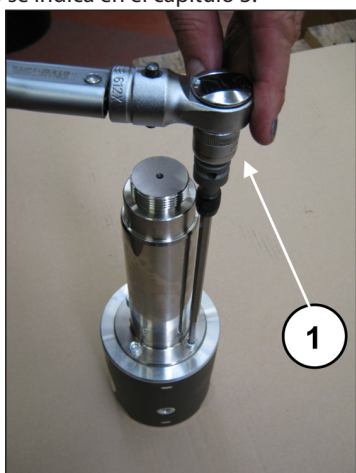

Fig. 51
Bloquear la guía del pistón con la herramienta específica y apretar los tornillos con la llave dinamométrica (pos. ①, Fig. 51) como se indica en el capítulo 3.